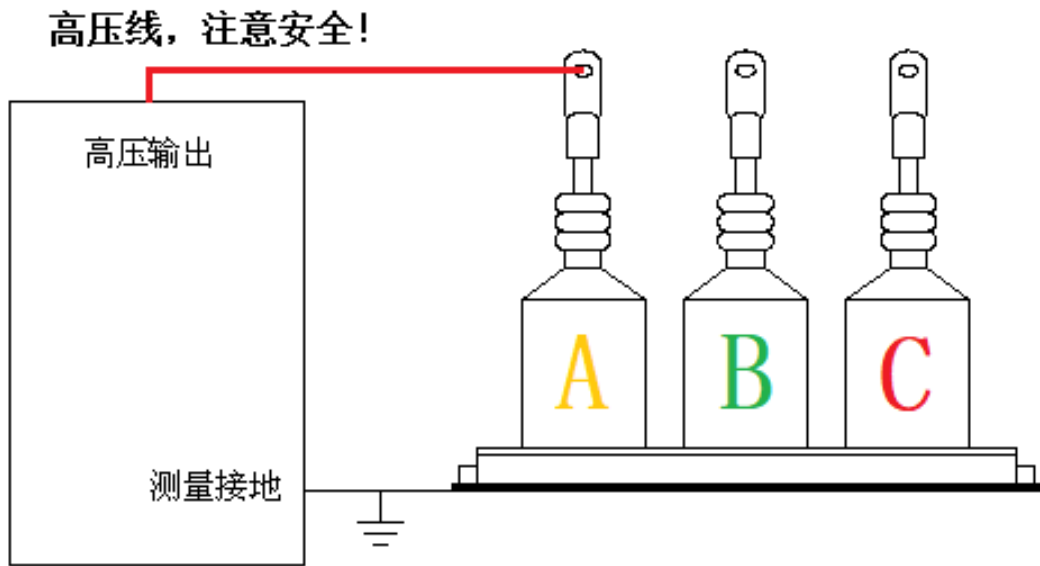
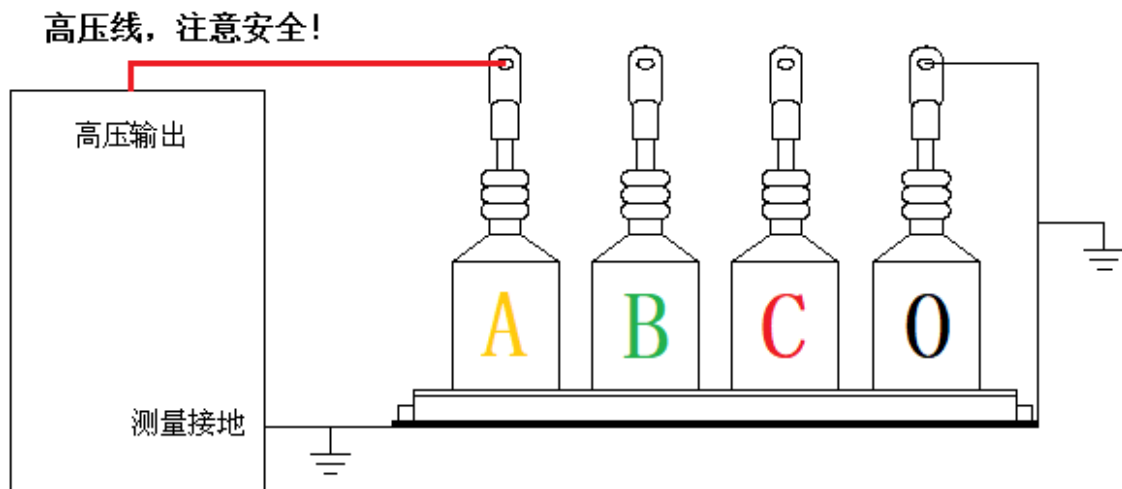

图 4：相地之间放电接线图一
图 5：相地之间放电接线图二
- (1) 请按图 4 或图 5 接好线，注意一定要接好地线；
- (2) 接上电源线，开机；
- (3) 观察急停按钮是否处于断开状态，如果出于闭合状态应立即断开，闭合时急停按钮内的指示灯会亮；
- (4) 将输出调节旋钮回零；
- (5) 按下启动按钮，电压表显示 00.0kV，仪器自动启动声光提示，此时匀速且缓慢旋转面板上的输出调节旋钮，当输出电压达到间隙放电电压时仪器会在 0.2S 内切断高压输出同时锁定电压表，输出声光提示停止，此时记录电压值；
- (6) 将电位器回零，间隔 15 秒再次启动测量，记录第二次电压值；
- (7) 测量 3 次求平均值，该值不应小于说明书中规定参数值的 85%；
- (8) 在过电压保护器的相相、相地之间的放电；
- (9) 如遇异常情况迅速按下急停按钮。